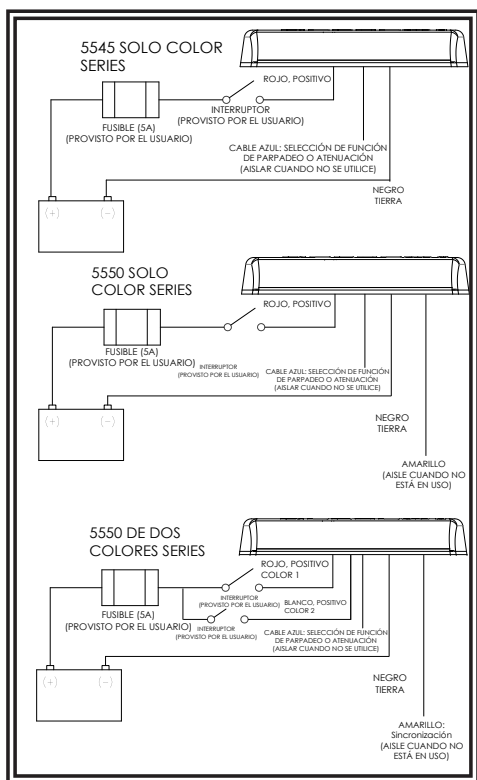

FIGURA 6
- Conecte los cables de alimentación como se indica en la sección de cableado (vea la figura 6).
El cableado de la microbarra de montaje permanente es el que se muestra en la figura 6. Todo el cableado debe ser como mínimo 18 AWG. La línea positiva debe tener un fusible de 6 amperes, según se indica. Se puede utilizar un interruptor para controlar la función de encendido-apagado.